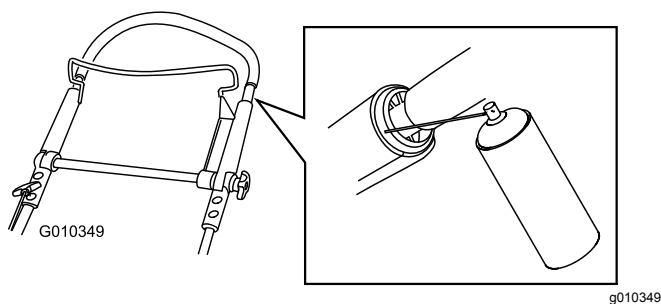

Bild 44
1. Sprühen Sie die äußeren Kunststoffenden des inneren Holms ein (Bild 44).